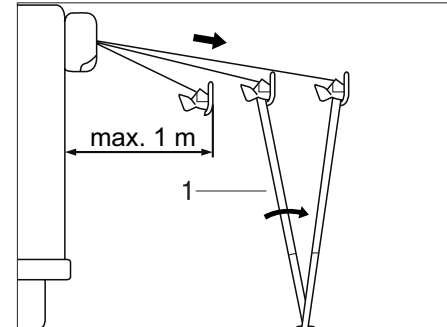

Bild 12 Markise aufstellen
- ▶ Stützfüße (Bild 12,1) ausklappen und auf den Boden stellen.
- ▶ Heringe der Stützfüße (Bild 12,1) entfernen.